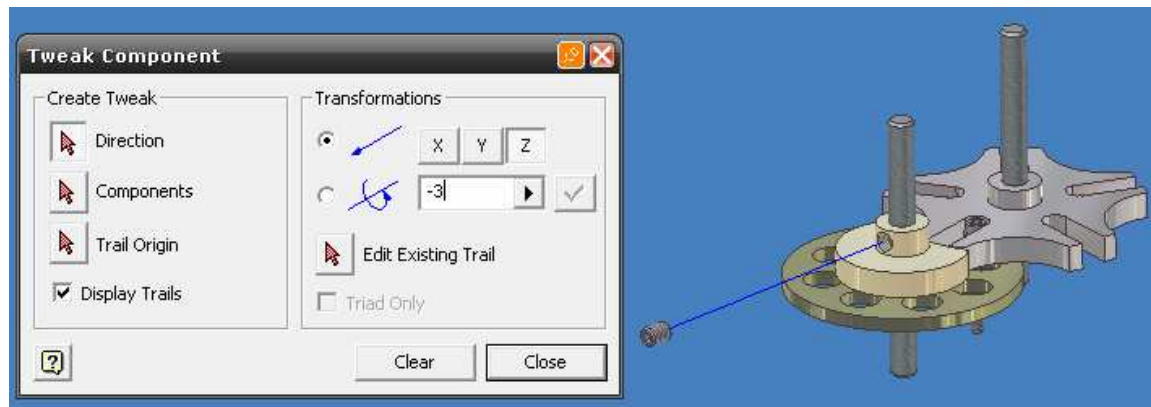

Figura 5.21 Desplazamiento del prisionero.
- 4.-Desplace el prisionero una distancia determinada y presione la palomita del cuadro de dialogo, seleccione el **TRIAL ORIGIN** en el centro de su sistema coordenado. (Repita estas operaciones con cada componente). Observe la figura 5.21.